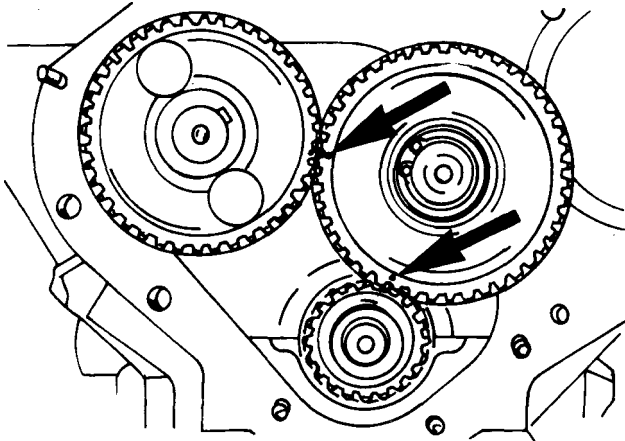

Рис. 1.67. Расположение меток шестерен привода ГРМ.
24. Поверните шестерни распределительного и коленчатого вала так, чтобы после установки промежуточной шестерни метки на шестернях совпали (см. рис. 1.67). Установите на промежуточную шестерню шайбу и закрепите шестерню пружинным стопорным кольцом.